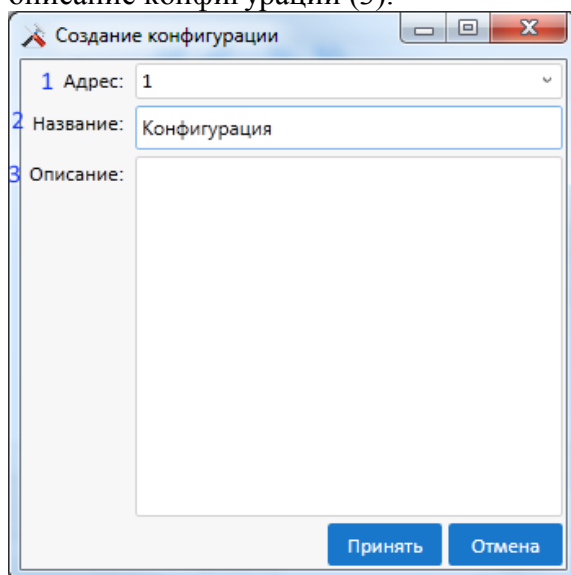

Рисунок 11 - окно с наименованием конфигурации.
4.1.1. Открыть программу «Конфигуратор Олимп». Нажать на кнопку  , выбрать пункт «Создать новую». Откроется окно с наименованием конфигурации смотри рисунок 11.